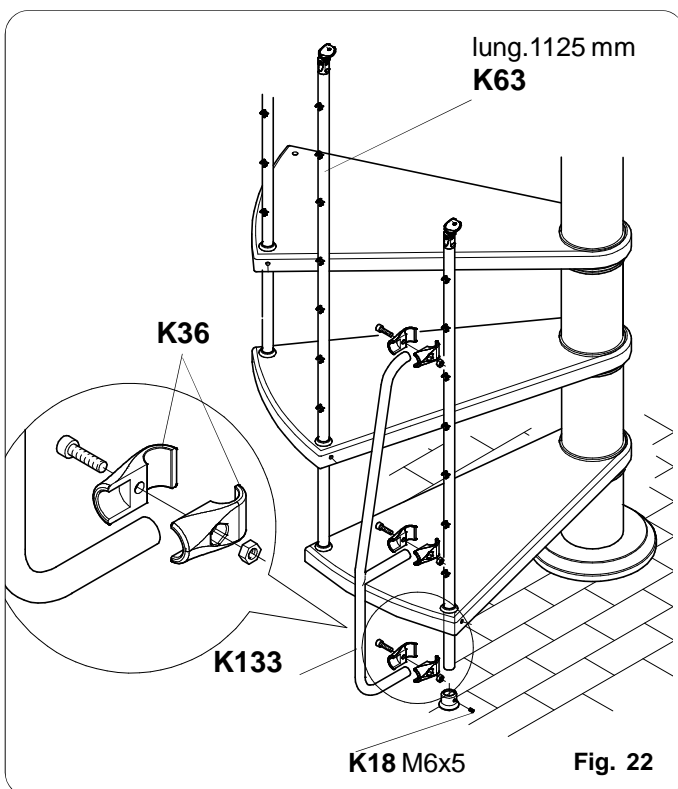

Fig. 22
- Avant de fixer définitivement la colonne dans le logement précédemment fixé au sol, insérer le renfort **K133** en la fixant avec les broches de serrage **K36** comme illustré fig. 22.
Cette opération terminée, fixer la colonne au sol à l'aide de la vis **M6x5** fournie dans le kit en dotation **K18**. fig. 22